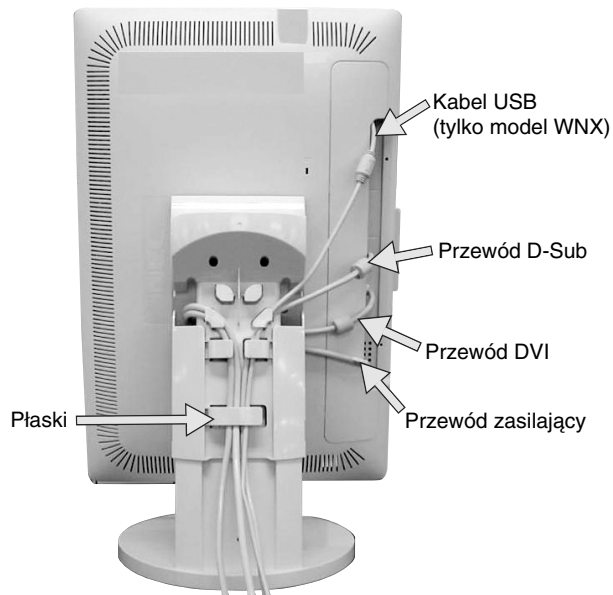

Rysunek C.4a
6. Podłącz wszystkie przewody do odpowiednich złączy (**Rysunek C.4**). Jeśli jest używany kabel USB, należy podłączyć wtyczkę typu B do portu wejściowego (wyższy poziom) na tylnej ścianie monitora (z prawej strony), a wtyczkę typu A do portu wyjściowego (niższy poziom) komputera (**Rysunek C.4a**). Jeżeli jest używany kabel urządzenia USB, należy wykorzystać jeden z portów wyjściowych z boku monitora (kabel USB: tylko model WNX).